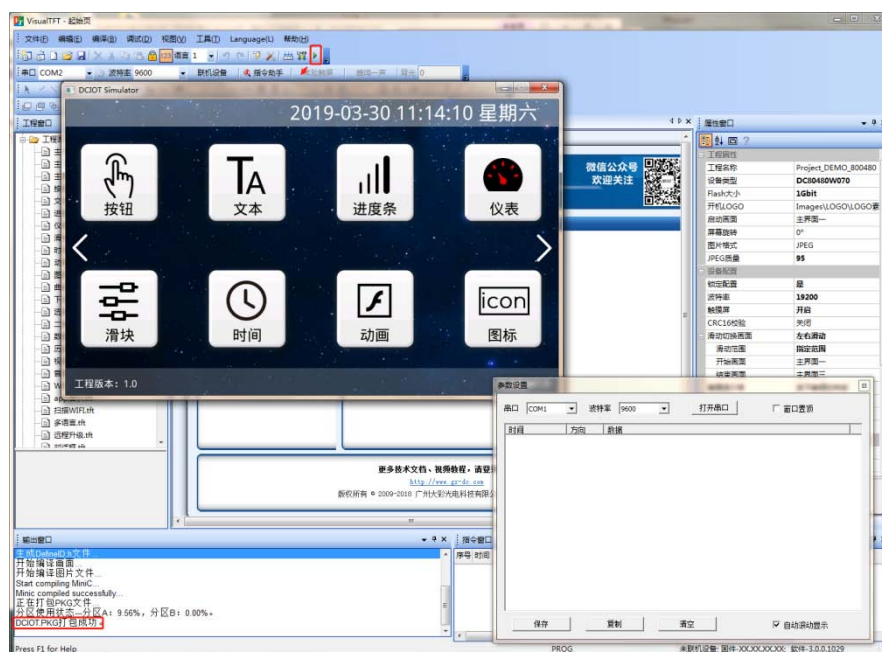

图 4-16 运行虚拟串口
1. 打开出厂例程，点击运行虚拟串口屏，待软件编译通过后会弹出虚拟串口屏的窗口，如图 4-16 所示；